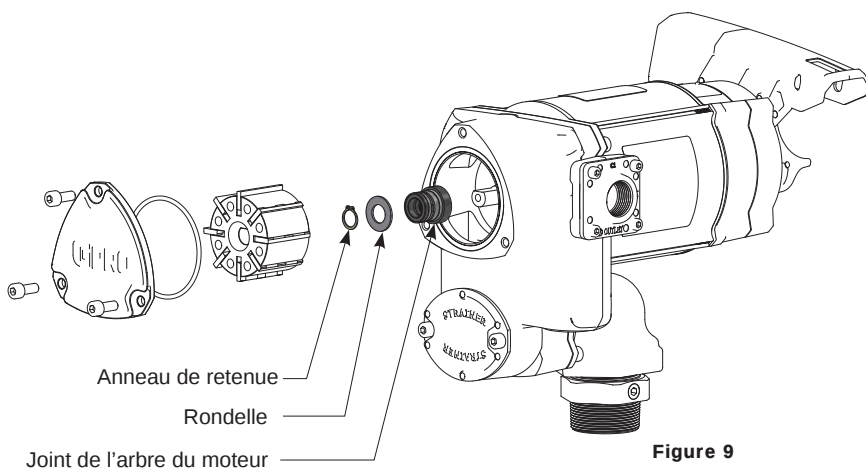

Figure 9
1. Éteignez la pompe et débranchez le câble d'alimentation. À l'aide d'une clé hexagonale de 6 mm, retirez le couvercle d'accès de la crépine, le joint torique et l'ensemble de la crépine/du clapet de non-retour, puis vérifiez s'il y a des dommages ou des obstructions (voir Figure 9). Nettoyez la crépine avec une brosse à poils doux et du solvant. Si la crépine est très sale, il est possible d'utiliser de l'air comprimé. En cas de dommages, remplacez l'ensemble de la crépine/du clapet de non-retour.
2. À l'aide d'une clé hexagonale de 6 mm, retirez la plaque de protection (voir Figure 9). Retirez le joint torique de la plaque de protection.
3. Retirez la clé de l'arbre, le rotor et les palettes. Retirez les palettes et la clé avant le rotor pour les empêcher de tomber dans l'orifice d'entrée de la pompe (voir Figure 9).
4. À l'aide d'une pince à anneau, enlevez l'anneau de retenue en faisant attention de ne pas endommager l'arbre du moteur ou l'alésage du logement (voir Figure 9). Retirez la rondelle et le joint de l'arbre du moteur. Jetez ces trois pièces.